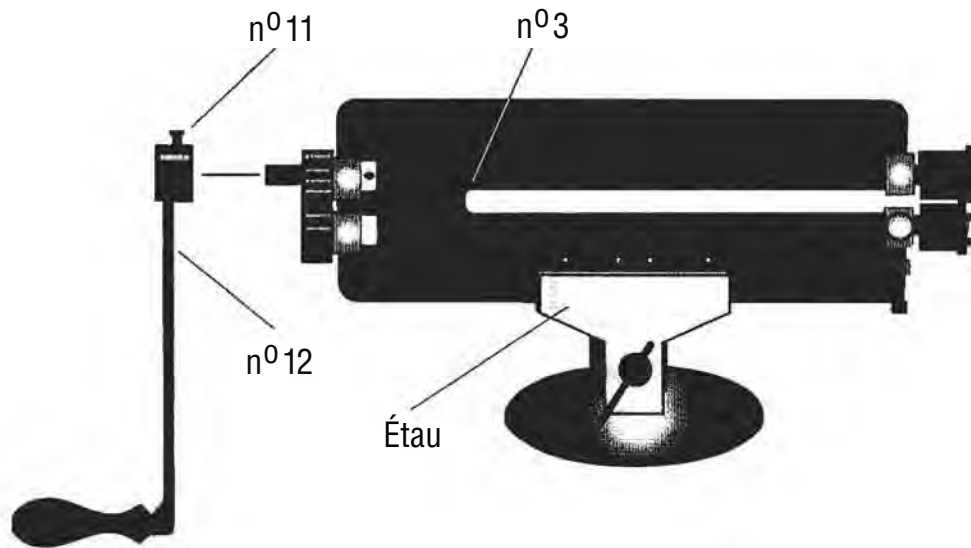

Figure 1
1. Placez la trousse de rouleau pour talon dans un étau de la façon indiquée à la **Figure 1**. Fixez solidement l'étau afin de retenir l'appareil.